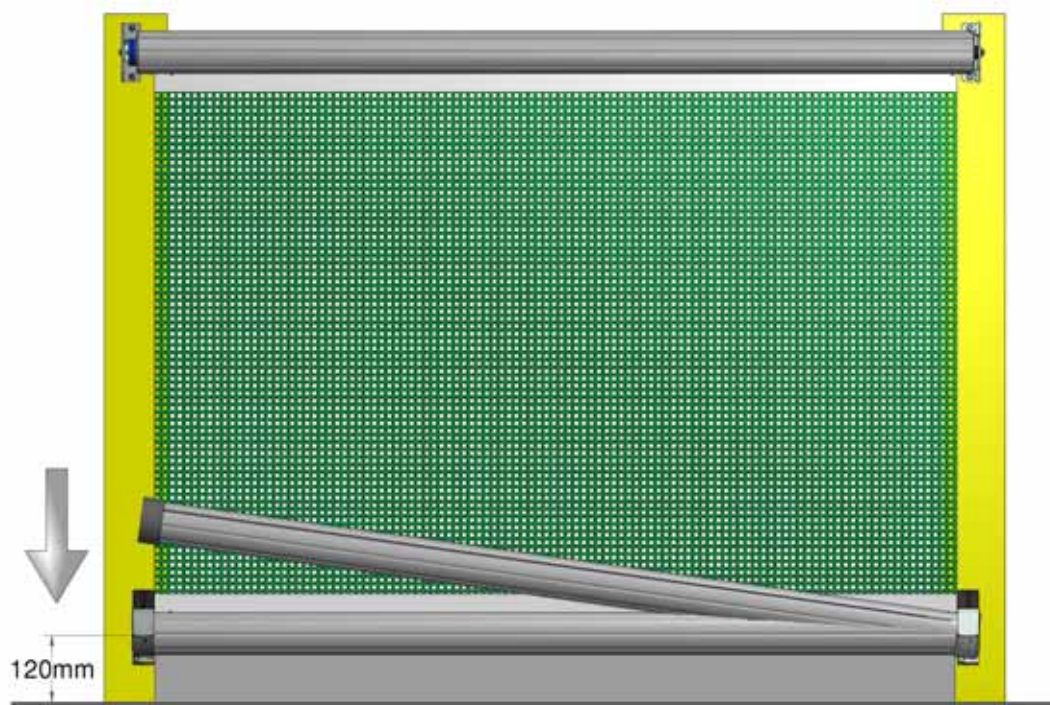

Abb. 10 – Anbringung der J-förmigen Haltewinkel am Gebäude
9. Einen der J-förmigen Haltewinkel (M1) und Führung (L1) in gewünschter Höhe mit den gelieferten M8-Bolzen (R1) befestigen. Vergewissern Sie sich, dass nach unten hin mindestens ein Freiraum von 120mm verbleibt, damit die Rohrschiene ordnungsgemäß in den Haltewinkel einrasten kann. Rohrschiene unter Haltewinkel anbringen, am anderen Ende den Haltewinkel über der Verschlusskappe positionieren und nach unten drücken, bis das Netzmaterial gespannt ist (Abb. 10), und den Haltewinkel am Gebäude befestigen.